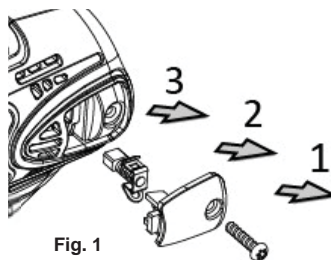

Fig. 1
A. Utilizzare il cacciavite per smontare la vite dal coperchio posteriore dell'alloggiamento, quindi estrarre le spazzole di carbonio dai lati destro e sinistro (vedere fig. 1).